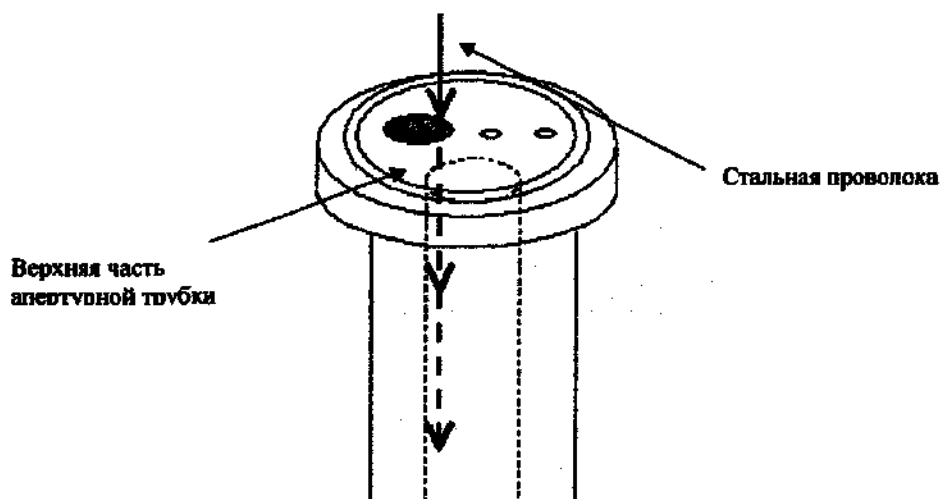

Рис.6
- Введите металлическую проволоку в отверстие, указанное на рис. 6, так чтобы вставить ее также в стальную трубку, расположенную внутри апертурной трубки.